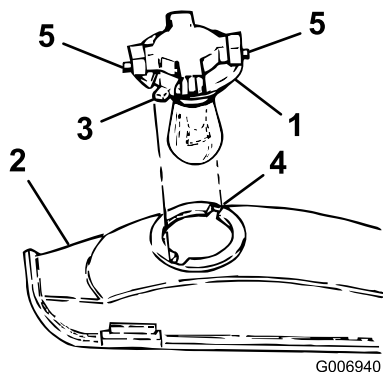

Figura 53
3. Ruotate il portalampada di 1/4 di giro in senso antiorario e toglietelo dal riflettore (Figura 53).
4. Allineate le linguette del portalampada (Figura 53) con le fessure del riflettore, inserite il portalampada nel riflettore e giratelo di 1/4 di giro in senso orario, finché non si ferma.